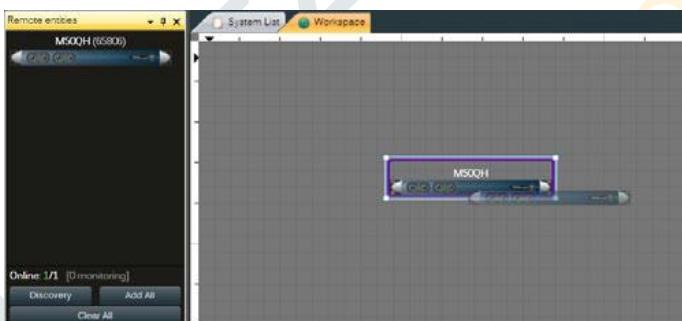

图 22：将搜索到的设备拖曳至实体设备上；箭头出现时，松开鼠标左键。
在虚拟设备上，你可以选择任一 DSP 模块的处理布局。在虚拟设备的预设选项中选择所需的布局（参见图 22）。
- 将远程设备拖曳至工作空间的虚拟设备之上（见图 22）